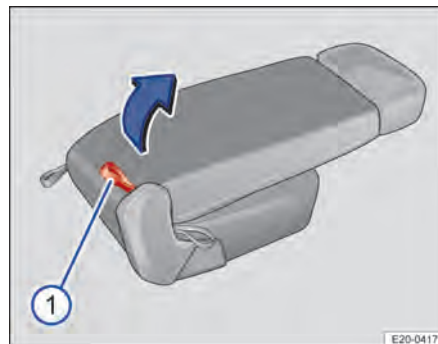

Abb. 71 Zweite Sitzreihe: Sitz vorklappen.
2. Zum Sitz gehörende rote Zugschleife → Abb. 71 ① auf der Rückseite des Sitzes ziehen und den Sitz nach vorn klappen.